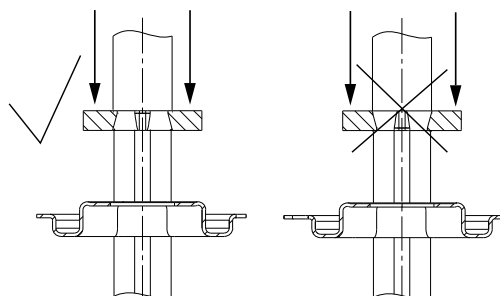

Fig. 6 Montar el anillo de tope
5. Fijar el retén (pos. 111) y el anillo de tope (pos. 111a). Ver fig. 6.